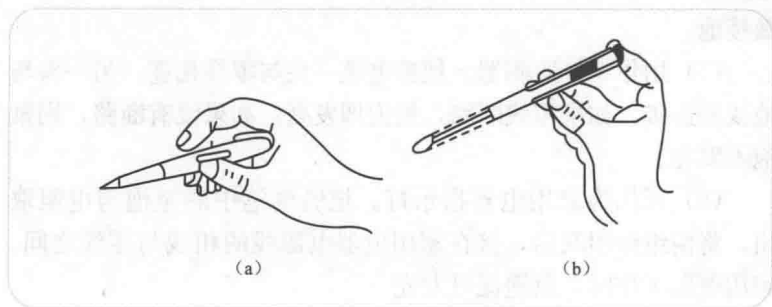

图 1-1 低压验电笔的握法
(1) 必须按图 1-1 所示的方法握好笔身，并使氖管小窗背光朝向自己，以便于观察。